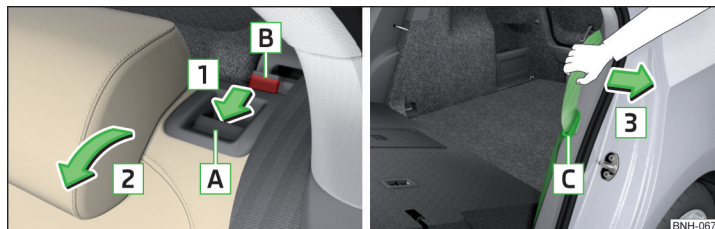

Abb. 55 Sitzlehne vorklappen / Bereitschaftsstellung des Sicherheitsgurts
- › Die Schlosszunge **C** des Sicherheitsgurts in die Öffnung in der Seitenverkleidung stecken - Bereitschaftsstellung » Abb. 55.
- › Den äußeren Sicherheitsgurt zur Seitenverkleidung in Pfeilrichtung **3** ziehen » Abb. 55.